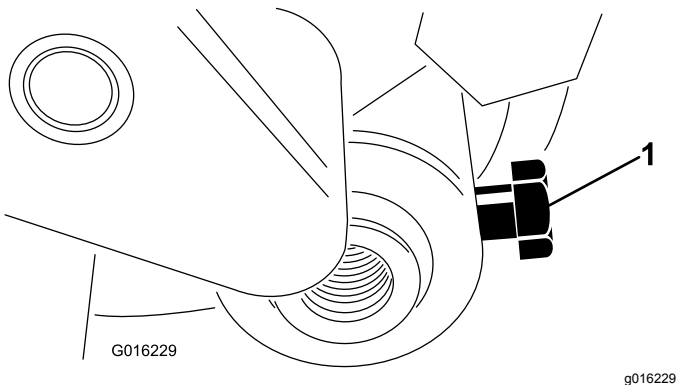

Рисунок 15
- Вставьте ось валика в рычаг правого регулятора и слегка зафиксируйте его болтом оси валика (Рисунок 15).
4. Сцентрируйте валик между рычагами регуляторов и затяните болты крепления (Рисунок 15).